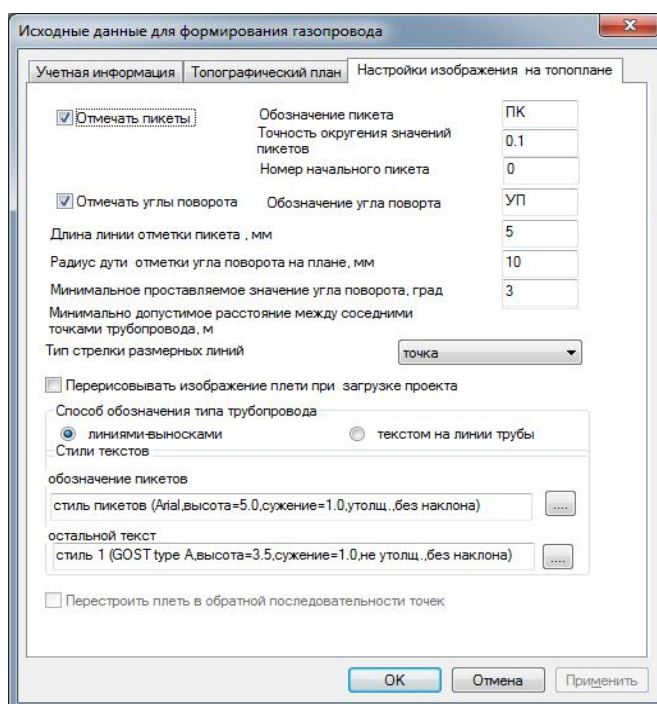

Рис.15
***настройки изображения плана газопровода*** (рис.15).
При нажатии на кнопку **Настройки изображения плети** на экран будет выведено диалоговое окно **“Настройки изображения газопровода на топчане”** (см. рис.15).